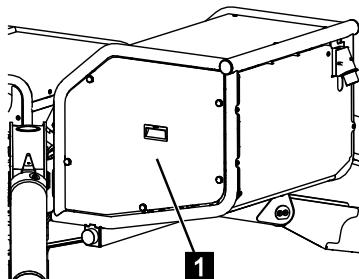

Abb. 169
2. Abdeckhaube (Abb.169/1) abschrauben.